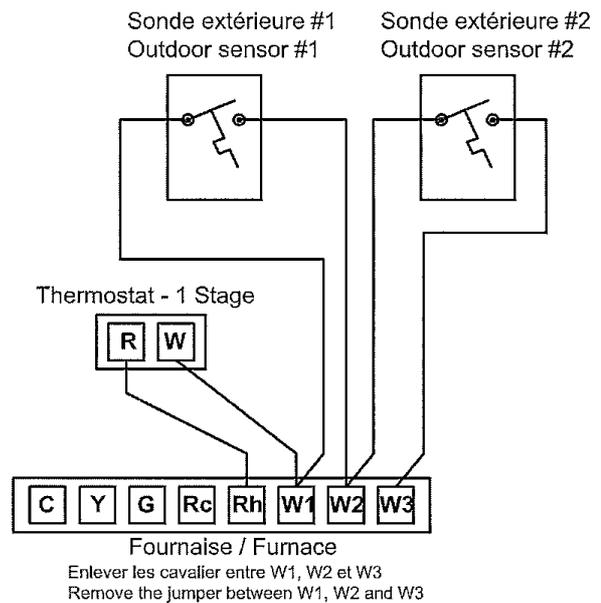

Fig. 7D
- Fig. 7D : Chauffage seulement avec un thermostat 1 stage & 2 sondes extérieures ;